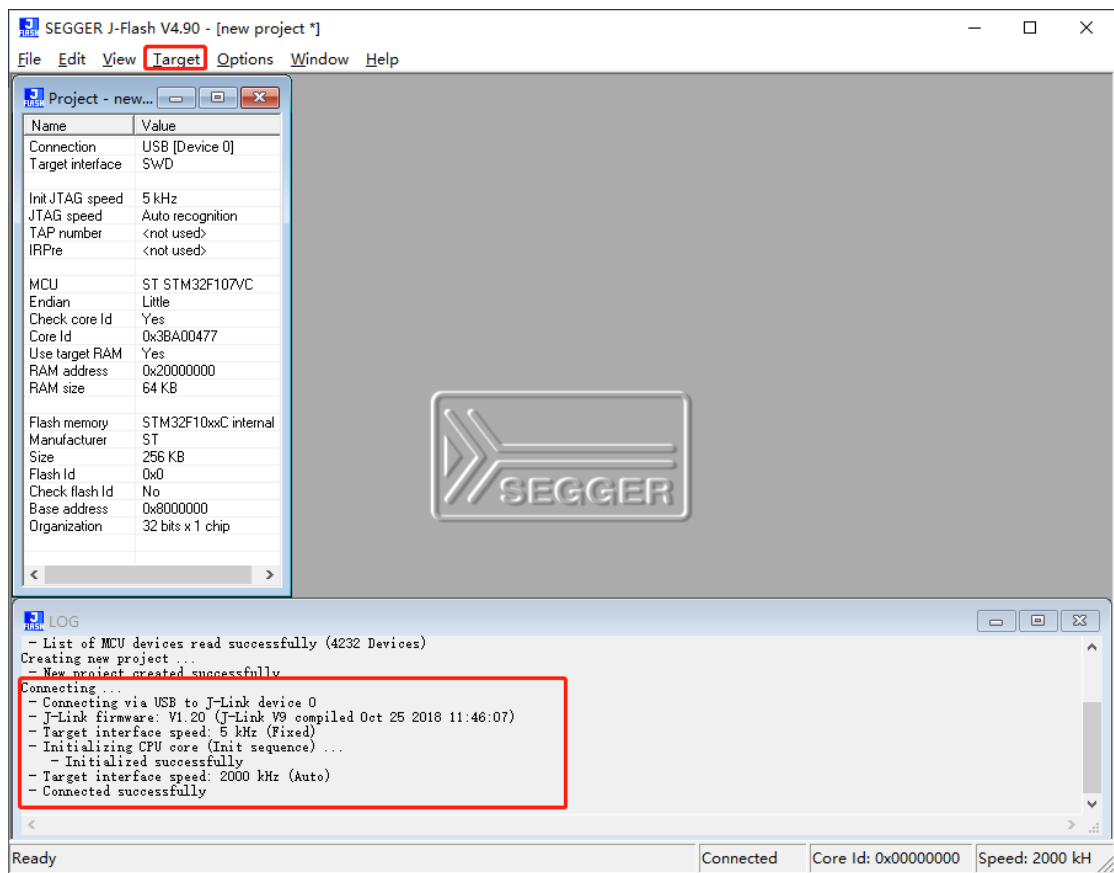

图 8
- 6 点击 target 选项的 connect 按钮，成功连接板卡之后 界面如图 8